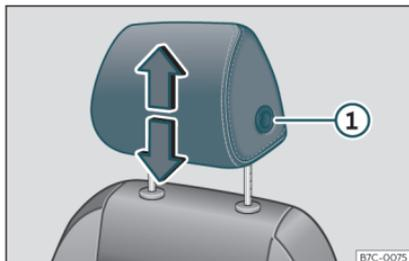
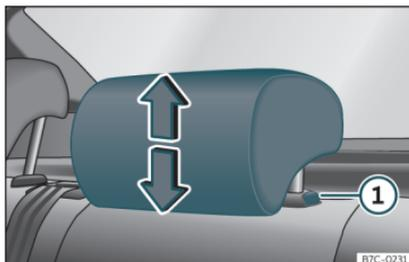

Fig. 103 Sedile anteriore: regolazione del poggiatesta.
Fig. 104 Poggiatesta posteriore: regolazione del poggiatesta.
agire analogamente, premendo il tasto laterale ①»» **fig. 103** »» **fig. 104**.
- Premere il pulsante laterale»» **fig. 103** ① e rimuovere il poggiatesta.